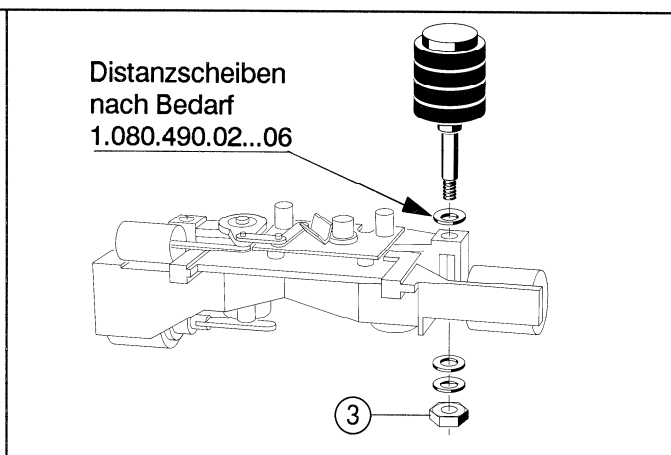

Fig. 7
- Andruckrollenhöhe an Hand der Bandlaufhöhe prüfen und bei Bedarf Distanzscheiben unterlegen. Siehe Fig. 7.